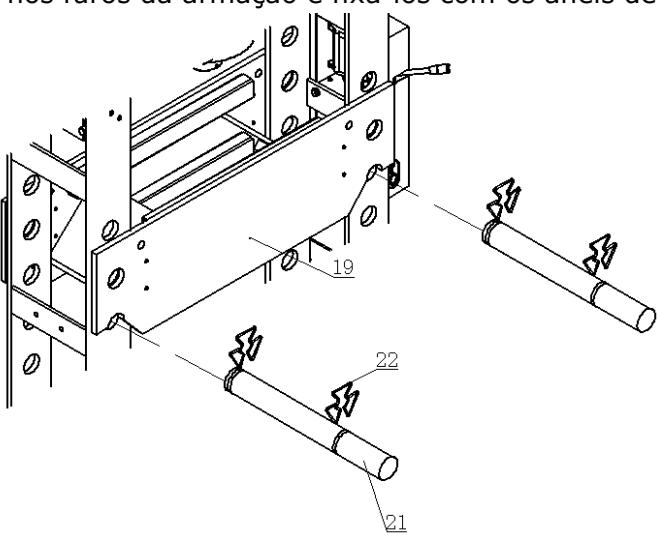

Fig. 6
Ajustar a mesa de prensagem (19) na altura correta, inserir depoisos parafusos de segurança (21) nos furos da armação e fixá-los com os anéis de segurança (22). (Fig. 6 e 7)